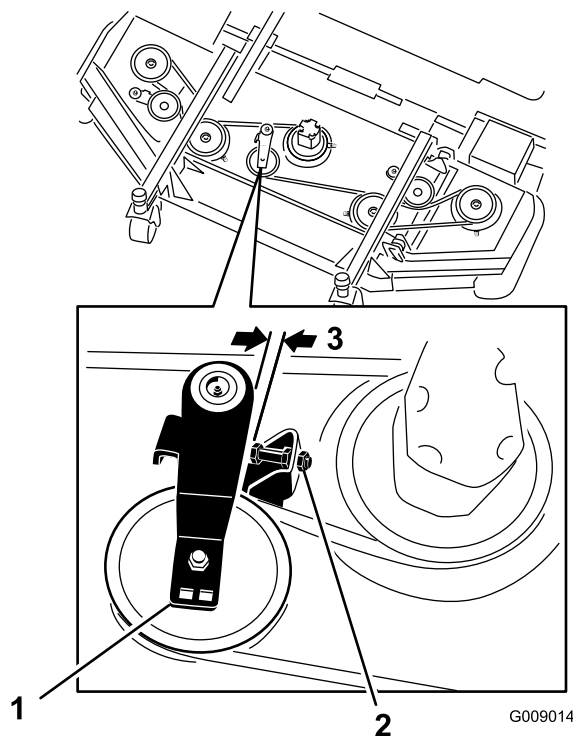

Figura 93
3. Sul piatto anteriore, in posizione centrale, allentate i controdadi sulla vite di arresto della puleggia tendicinghia e avvitate la vite di arresto nella staffa (Figura 93).
4. Con una leva a cricchetto o uno strumento simile, allontanate ciascuna puleggia tendicinghia dei piatti laterali dalla cinghia di trasmissione per allentare la tensione della cinghia e staccarla dalla puleggia dei piatti laterali (Figura 93).